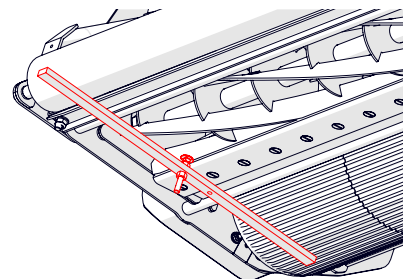

Abb. 9F - Vorgang auf der anderen Seite wiederholen
8. Schritt 7 auf der anderen Seite der Kassette wiederholen (Abb. 9F).